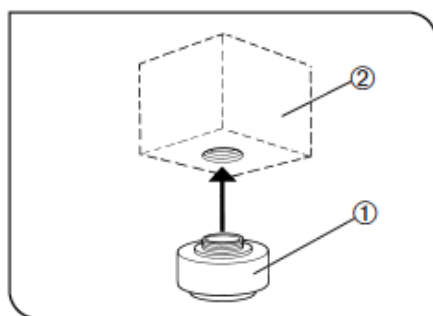

图 1
1. 将本产品①安装到 C-接口照相机②，并拧紧。（图 1）